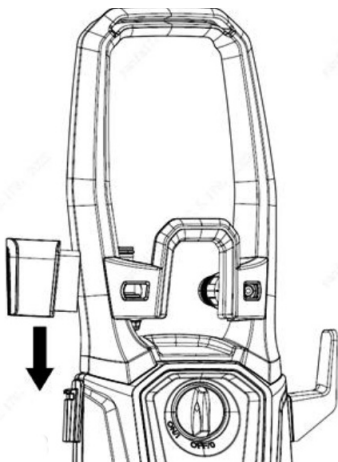

Рис. 9
6. Установите держатель пистолета с левой стороны мойки (рис. 9).